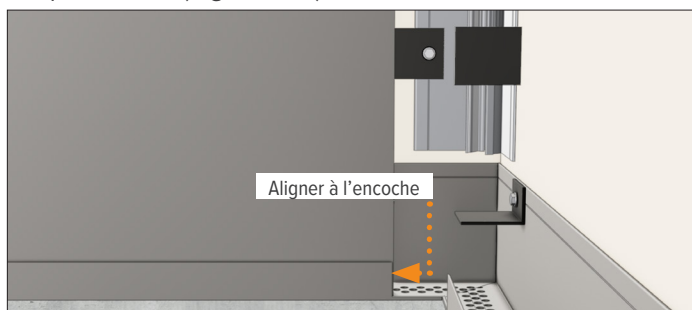

Figure 19.2
17. Aux angles intérieurs seulement, alignez les panneaux sur l'encoche du J de départ. Ne vous servez pas du tableau de dilatation pour les angles intérieurs. Aligner les panneaux sur l'encoche permet la dilatation dans n'importe quel scénario et laisse de l'espace pour la pose de l'élément "capuchon" plus tard dans le processus. (Figure 19.2)